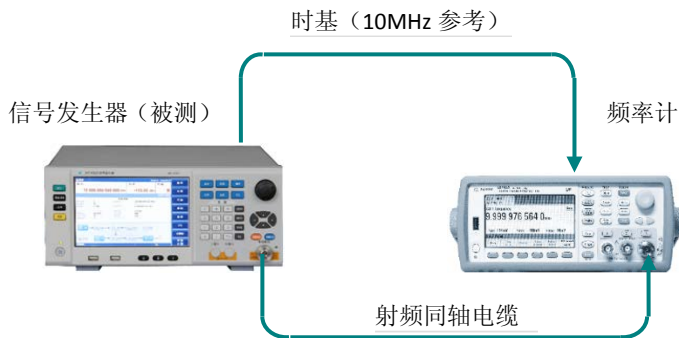

图 8.2 频率分辨率的测试
- 1) 按图 8.2 连接设备，开机预热至少 30min。